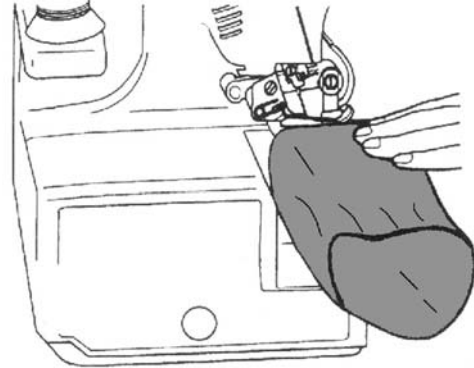

Bild 47
- Sedan kan du kränga materialet över friarmen 12 och sy (bild 47).